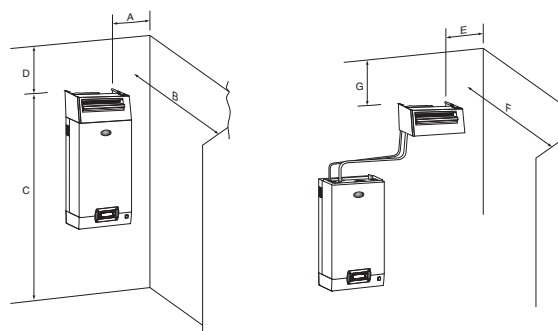

Fig. 3.c
2. El soporte de fijación en forma de "L" (ver pieza 1 Fig. 3.b) se suministra con los modelos de distribuidor de vapor de DP085* a DP205*. Para longitudes inferiores, se puede suministrar el soporte como opción (cód. 18C478A088).
Atención: Para conseguir una correcta difusión del vapor, respete la distancias indicadas en la fig. 3.c.